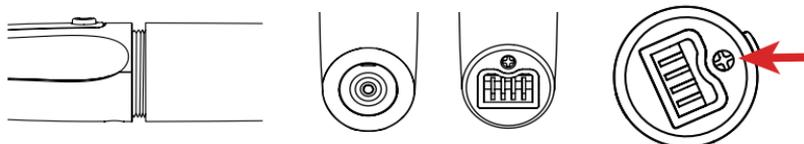

Figure 10 Remplacement de la batterie
Lors du remplacement de la batterie, comme indiqué sur la figure 10, tournez d'abord le baril de batterie dans le sens inverse des aiguilles d'une montre pour retirer le tube de la batterie, puis prenez l'ancienne batterie hors du tube de la batterie, remplacez-la par une nouvelle, puis serrez enfin le tube de la batterie dans le sens des aiguilles d'une montre en fonction de le fil correspondant.
**⚠️ AVERTISSEMENT:** Lorsque vous retirez la batterie, la vis sous la barine de la batterie (pointée par la flèche de la figure 10) n'a pas besoin d'être dévissée, appuyez simplement sur le connecteur légèrement vers l'intérieur pour retirer la batterie. Le remplacement incorrect des piles au lithium peut entraîner des risques inacceptables. Le remplacement des batteries au lithium nécessite donc du personnel formé.